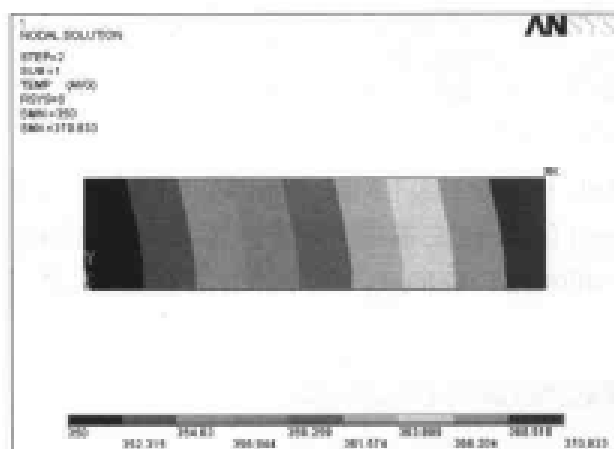

图 14-25 流体纵截面温度场分布等值线图
(1) 选择 Main Menu | General Postproc | Read Results | Last Set 命令。
(2) 选择 Main Menu | General Postproc | Plot Results | Contour Plot | Nodal Solu 命令, 出现 Contour Nodal Solution Data 对话框, 选择 Nodal Solution | DOF solution | Nodal Temperature 选项, 单击 OK 按钮, ANSYS 窗口显示如图 14-25 所示的流体纵截面温度场分布等值线图。